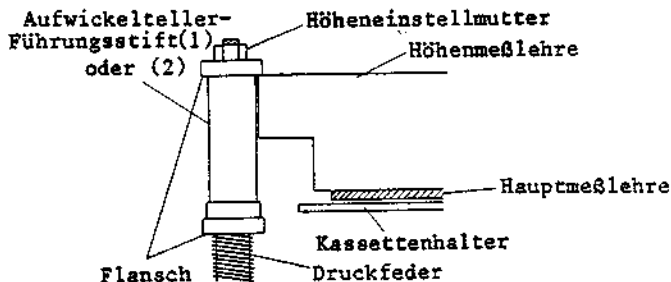

Abb. 3-8
### 6-2 Einstellung der Höhe der Aufwickelteller-Führungsstifte (1) und (2) (Abb. 3-8)